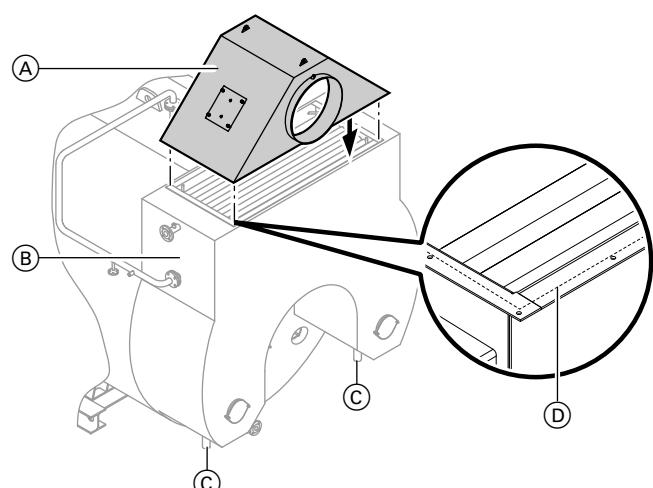

Рис. 7
- Закрыть патрубки отвода конденсата КОА (см. рис. 7 поз. ©), если они не используются. Они служат для отвода образующегося конденсата.